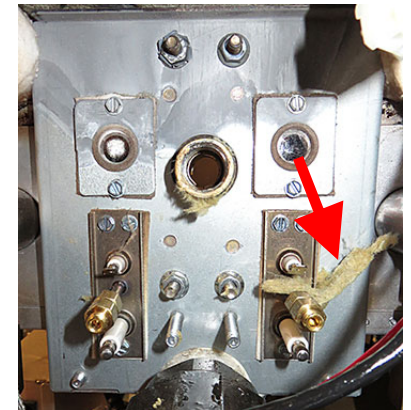

図 30
35. 外側の断熱材を取り外し、すべての断熱材を確実に取り外します(図30を参照)。